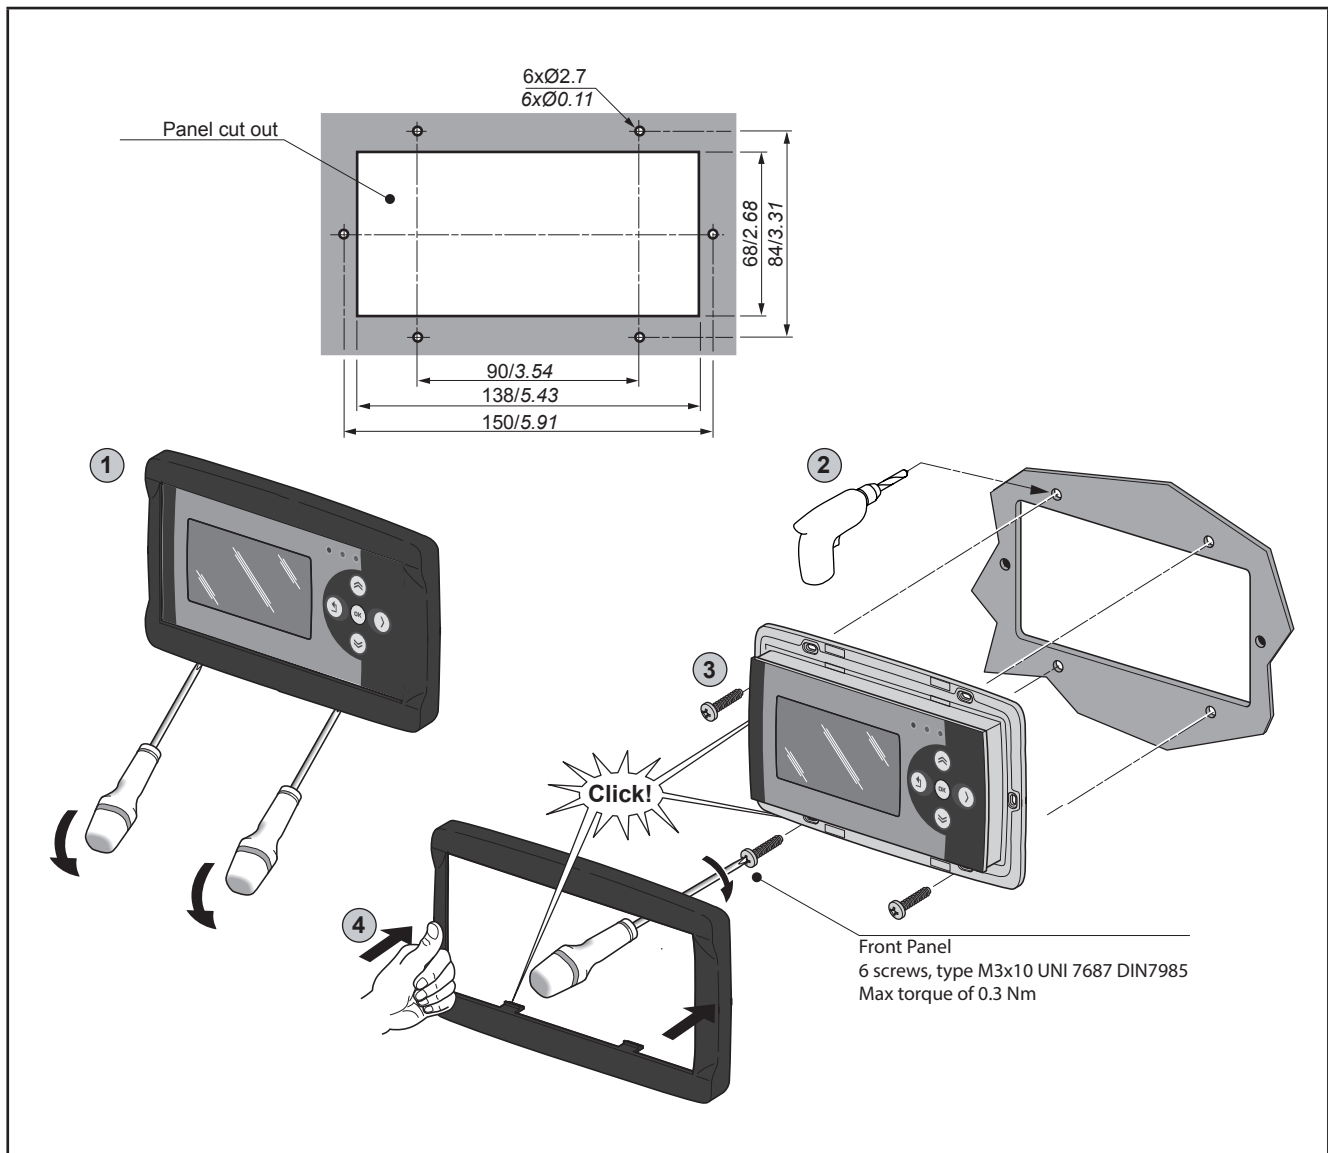
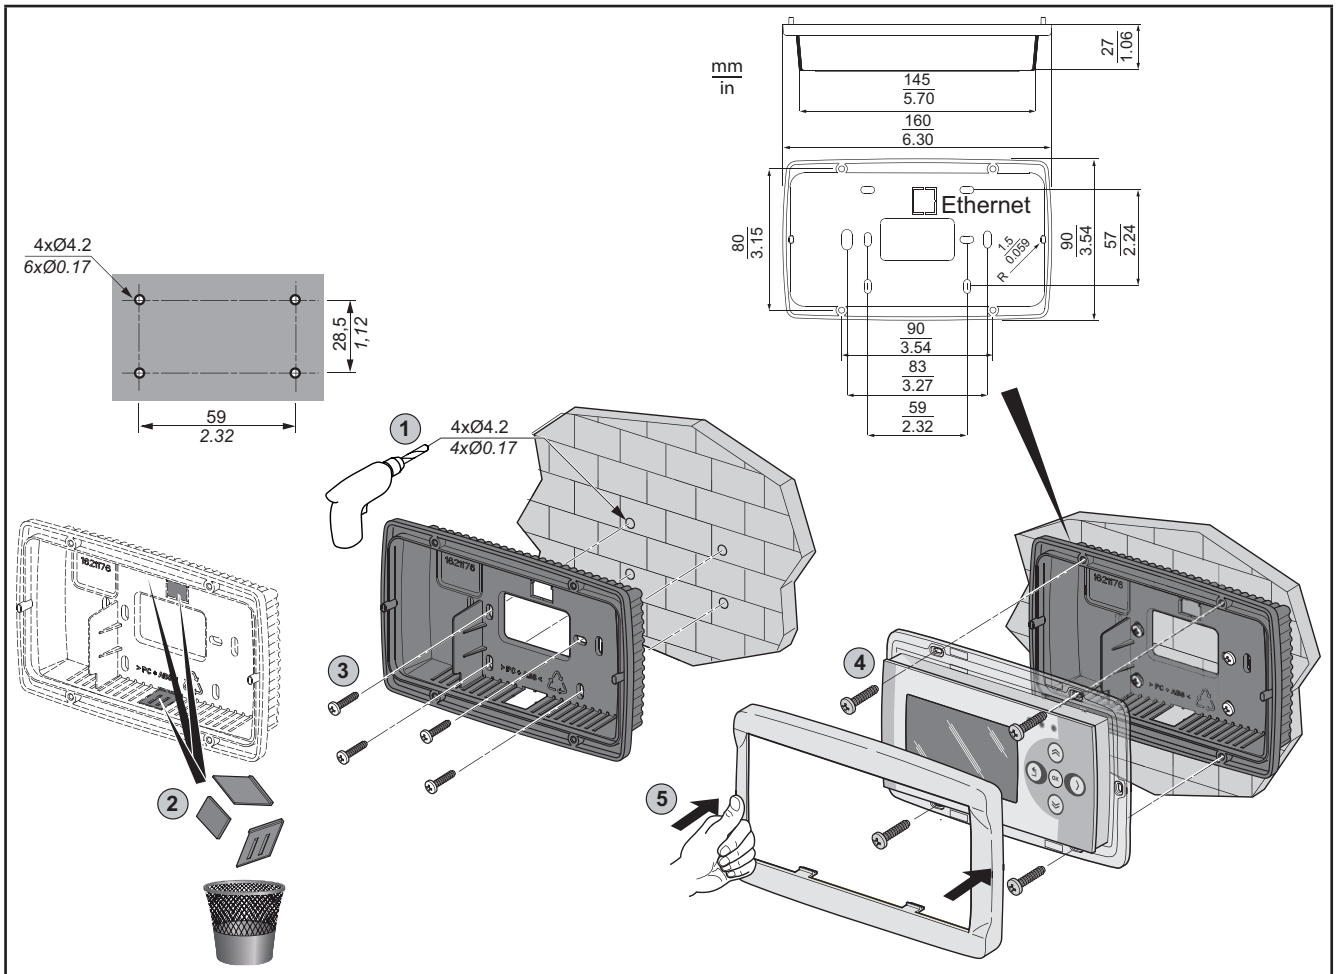

Fig. 16. Montage de EVK PRO DISPLAY
Fig. 17. Accessoires pour montage mural
L'instrument peut être monté sur un tableau (consulter la Fig. 16 page 30) ou au mur (consulter la Fig. 17 page 31), à l'aide des accessoires prévus à cet effet, à commander à part.
2. Percer 2 ou 4 trous de 2,7 mm (0.11 in) de diamètre en les espaçant comme le montre la figure (consulter la Fig. 16 page 30).
L'instrument peut également être monté au mur (consulter la Fig. 17 page 31) à l'aide des accessoires prévus à cet effet, à commander à part.